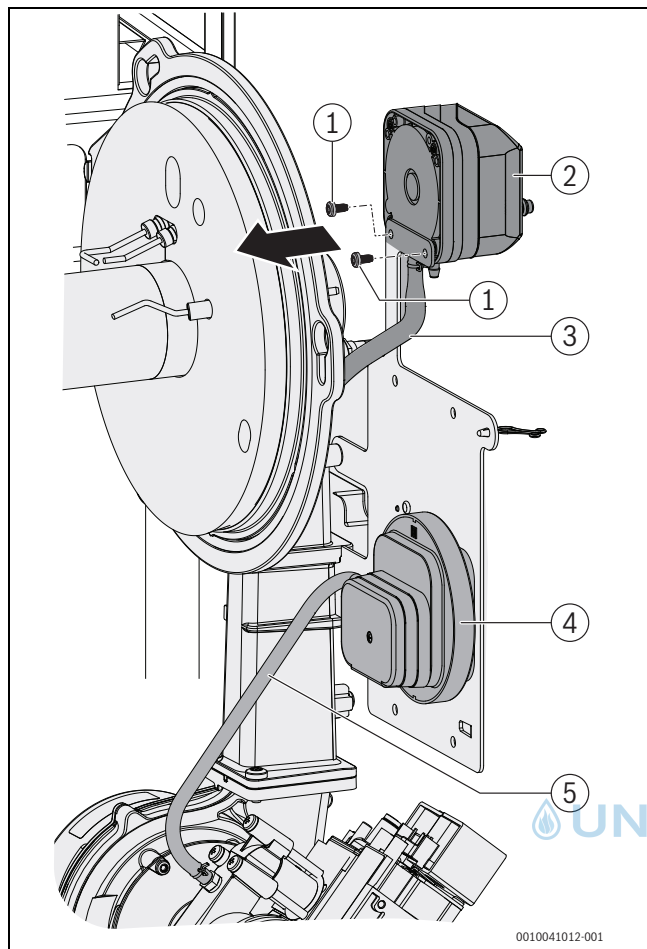
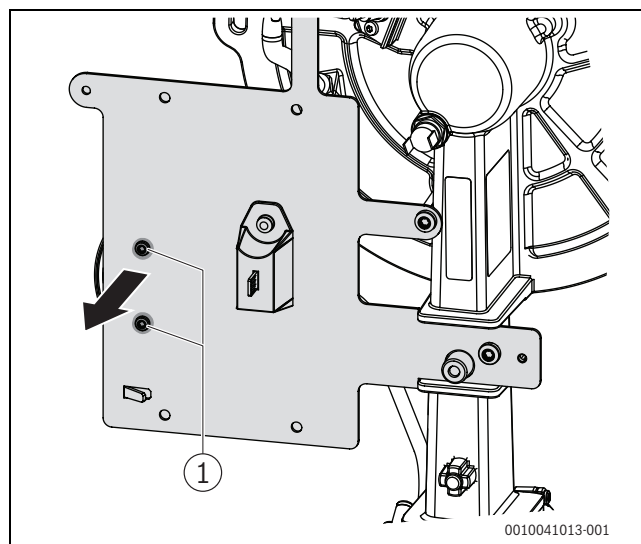

Bild 11 Feuerraum- und Kleinlast-Druckwächter demontieren
Bild 12 Kleinlast-Druckwächter demontieren
- 2 Befestigungsschrauben (→Bild 12, [1]) entfernen und Kleinlast-Druckwächter (→Bild 11, [4]) an der Rückseite des Haltebleches abnehmen. Dabei darauf achten, dass der Schlauch (→Bild 11, [5]) und das Anschlusskabel (nicht dargestellt) nicht beschädigt oder abgezogen werden.
- Feuerraum-Druckwächter und Kleinlast-Druckwächter mit den dafür vorgesehenen Schrauben am Halteblech fixieren. Darauf achten, dass die Anschlussschläuche wie in Bild 11 geführt und nicht geknickt sind.